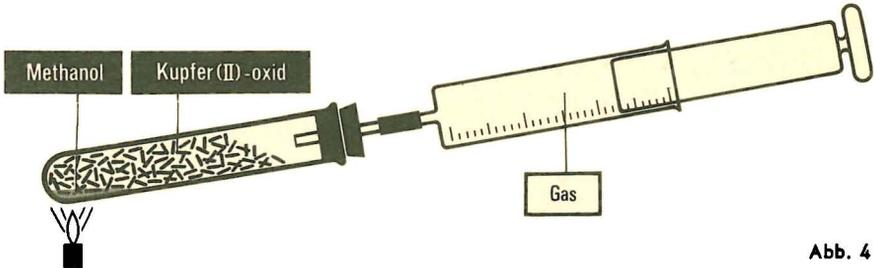

Abb. 4
3. Das gefüllte Reagenzglas wird über ein kurzes Glasrohr mit dem Kolbenprober (Abb. 4) verbunden.